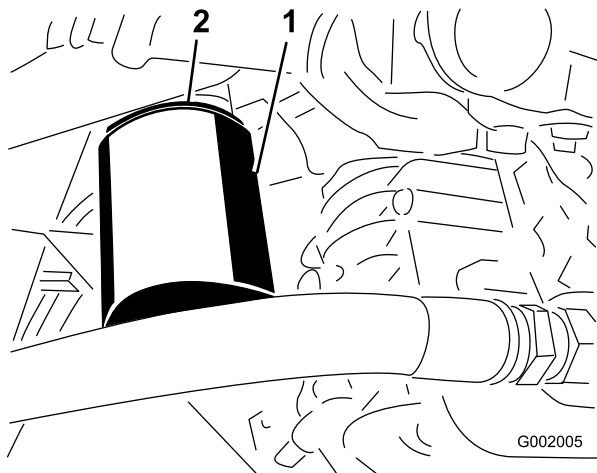

Bild 71
4. Entfernen Sie den Filter (Bild 71).